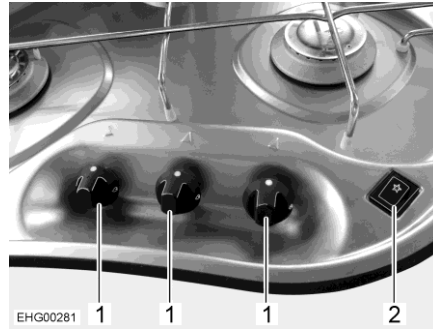

Fig. 97 Elementos de mando (cocina de gas)
- Girar el regulador giratorio (Fig. 97,1) correspondiente al quemador deseado a la posición de encendido (llama alta).
- Pulsar el interruptor basculante (Fig. 97,2). En el quemador se producen chispas de encendido.